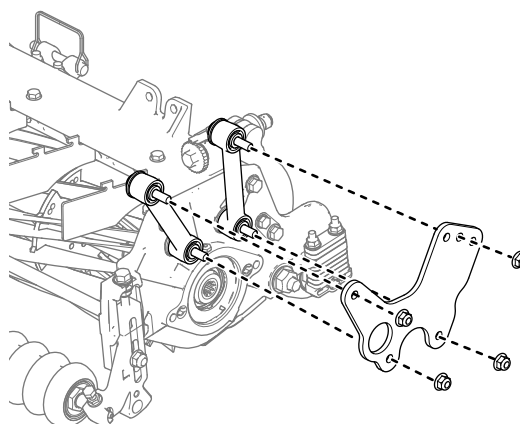

Figura 22
2. Insira a placa fixa nos parafusos e fixe-a com as porcas removidas anteriormente (Figura 22).